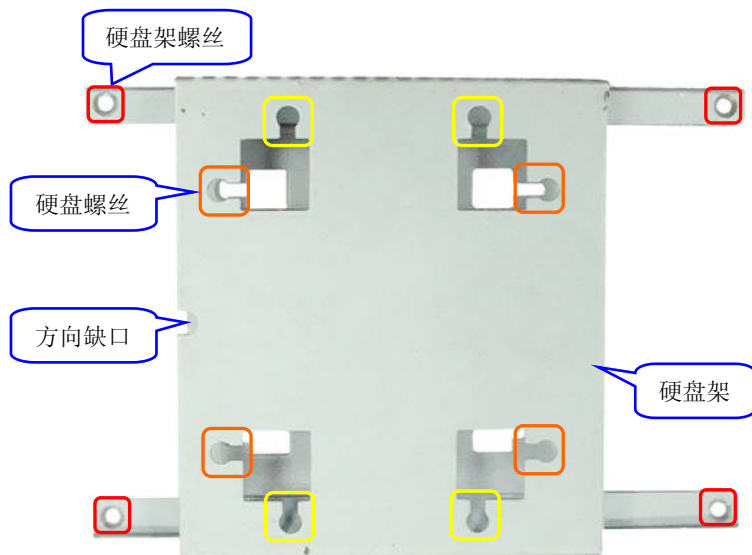
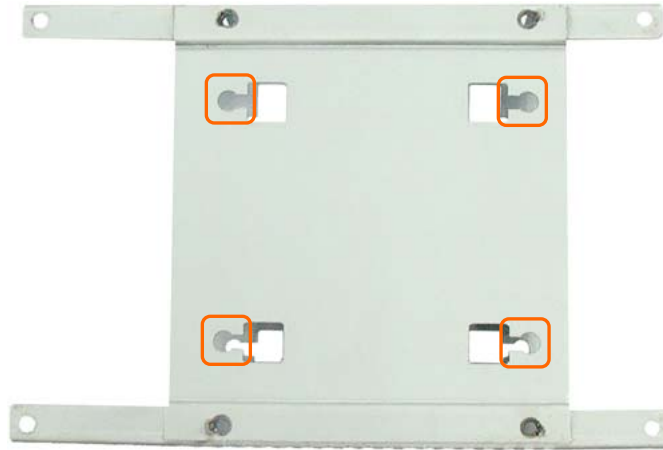

图 6-8 SPBX1000 硬盘支架正面示意图
图 6-9 SPBX1000 硬盘支架背面示意图
- ② 拆下固定硬盘支架的 4 颗螺丝（图 6-8 中红色框位置），取下硬盘架。
- ③ 拆下固定待拆硬盘的 4 颗螺丝（图 6-8 中橙色框位置），拔下硬盘的电源线和数据线，取下硬盘。
- ④ 如果不需要安装其它硬盘，按以上步骤的相反顺序装好硬盘架、机箱盖及安装角板，完成本次操作。
- ③ 准备好待安装的硬盘，确定安装位置，如安装 2 块 2.5 寸硬盘，则一块安装在支架的正面，另一块安装在硬盘支架的背面；只安装一块硬盘时优先安装在支架的正面。如果安装 1 块 3.5 寸硬盘，则只能安装在支架的正面。
- ④ 安装和调整硬盘防震胶垫，2.5 寸硬盘胶垫安装在图 6-9 中橙色框标识的位置，3.5 寸硬盘胶垫安装在**错误！未找到引用源。**中黄色框标识的位置。
- ⑤ 将硬盘从支架里面安装到支架上，螺孔与支架上的孔对准，安装 3.5 寸硬盘使用#6 粗牙硬盘螺丝，安装 2.5 寸硬盘使用 3mm 硬盘螺丝。
- ⑥ 按以上步骤的相反顺序安装好硬盘架、机箱盖及安装角板，完成本操作。